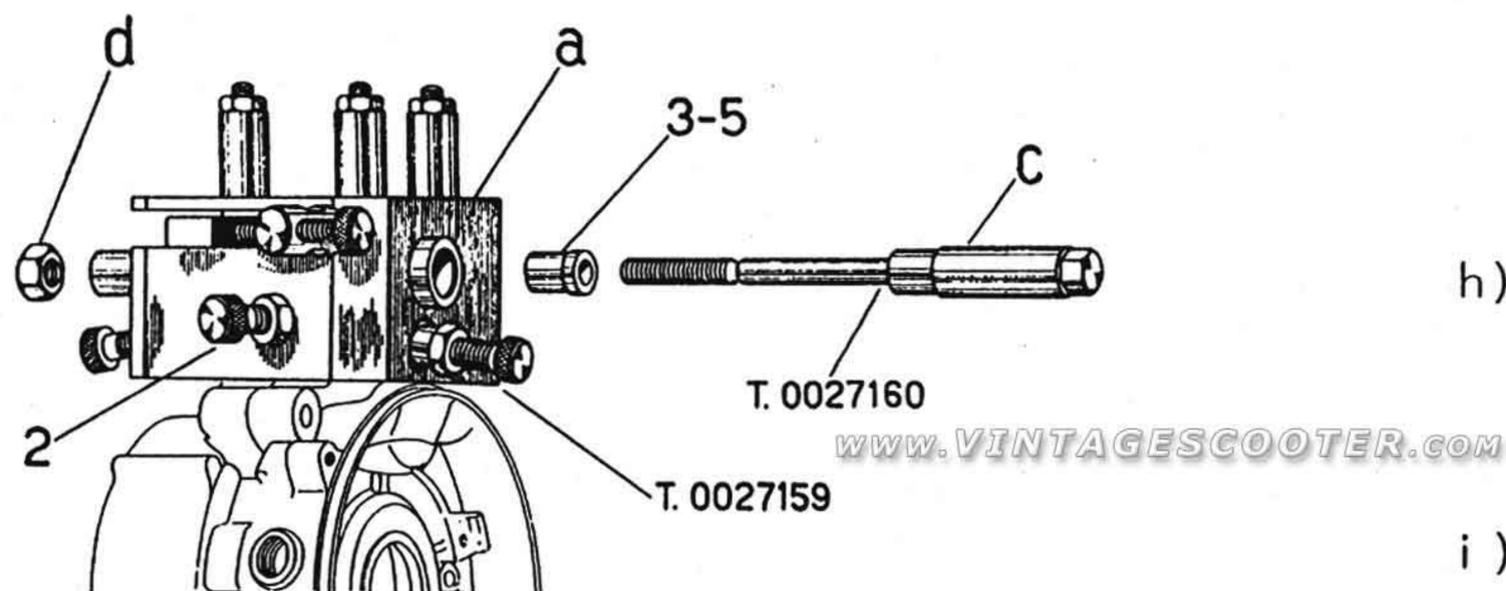

Fig. 36
1. - Centrer et bloquer la bielle avec l'outil illustré dans la fig. 36. Effectuer l'opération de la façon suivante :